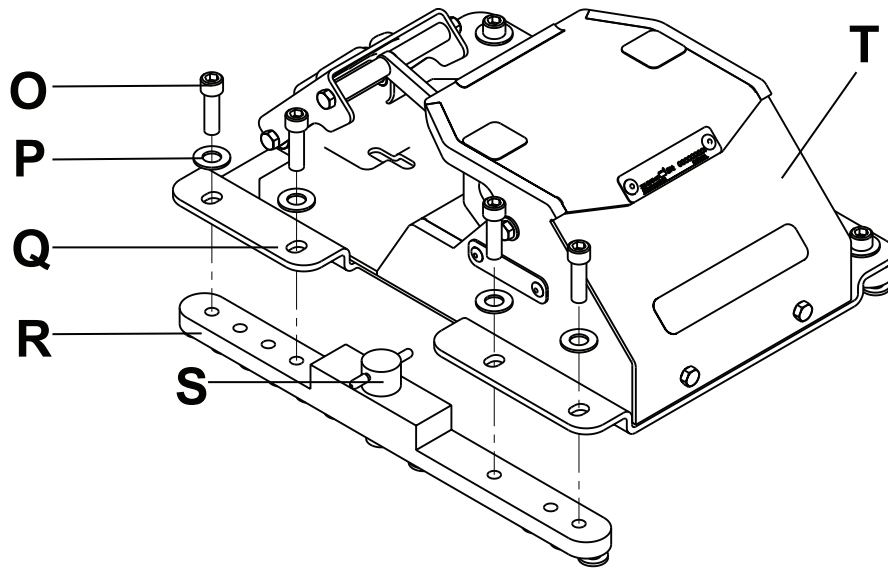
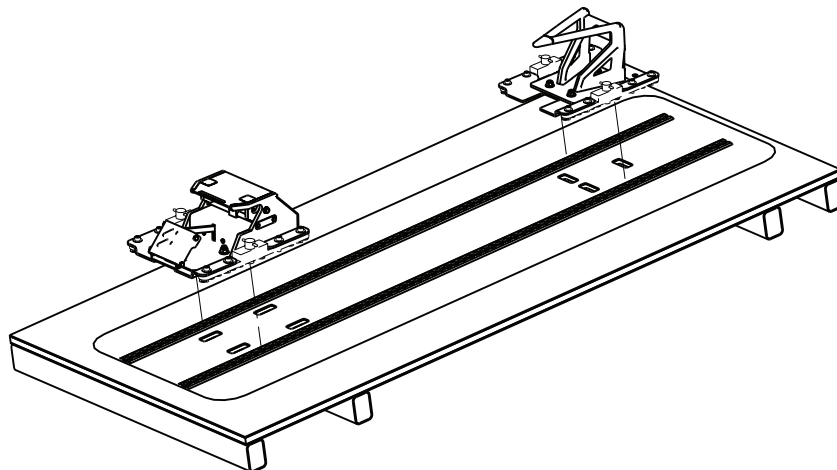

Figura 7 – Montare il dispositivo di ancoraggio per il lato piedi
Figura 8 – Installazione del dispositivo di ancoraggio per il lato testa e lato piedi – installazione della pista a pavimento
1. Posizionare le otto rondelle (P) tra le otto viti (O) (quattro per lato) e la piastra base di bloccaggio del dispositivo di ancoraggio per il lato piedi (Q) (Figura 7).
5. Ruotare la chiavetta della spina in senso antiorario per sbloccare la spina nell'adattatore **Unwin** (R) del dispositivo di ancoraggio per il lato piedi (T) (Figura 7).
6. Sollevare e ruotare la chiavetta della spina di mezzo giro per disinserire la spina (S).
8. Ruotare la chiavetta della spina in senso orario per inserire la spina e bloccare l'adattatore **Unwin** (R) alla pista a pavimento.
9. Ripetere i passaggi 5-8 per installare il dispositivo di ancoraggio per il lato testa sulla pista a pavimento (Figura 8).